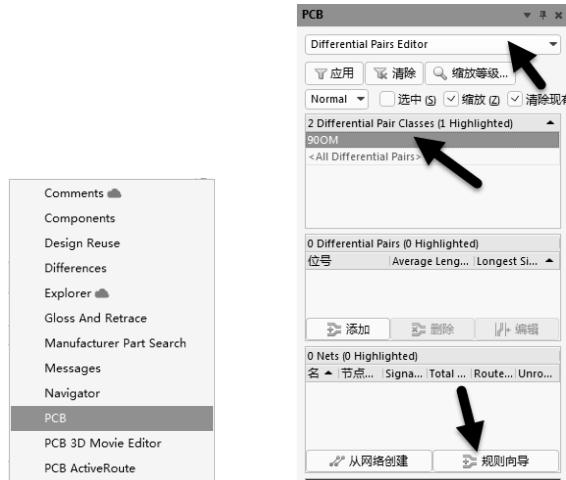

图 10-39 进入差分对编辑器
- (1) 在 PCB 设计交互界面的右下角执行命令“Panels-PCB”，调出 PCB 对象编辑窗口，选择“Differential Pairs Editor”，进入差分对编辑器，如图 10-39 所示。
- (2) 单击需要创建规则的差分类，如“90OM”。